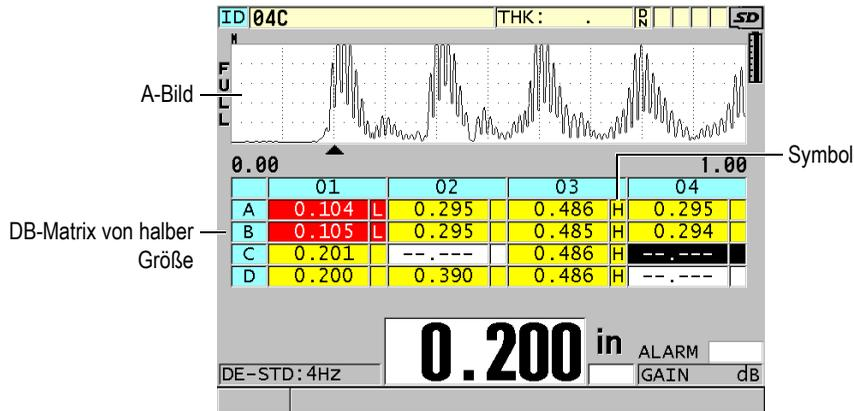

Abbildung 10-8 Beispiel für DB-Matrix von halber Größe
Die Datenbankmatrix (DB-Matrix) ist eine tabellarische, zweidimensionale Darstellung von Daten. Mit dieser Darstellungsart können Sie sich in allen Richtungen frei in einer Matrix bewegen, statt einer festgelegten Liste von ID-Nummer folgen zu müssen. Anstatt eine automatisch erhöhte ID-Reihe zu durchlaufen, können Sie mit den Pfeiltasten zu einer beliebigen Stelle gelangen. Es können das A-Bild, die DB-Matrix und der Messwert gleichzeitig angezeigt werden (siehe Abbildung 10-8 auf Seite 170). Mit den Matrixzellen können auch Symbole angezeigt werden, oder Hintergrundfarben, die dem Bereich entsprechen, in dem der Messwert liegt.
8. Stellen Sie unter **SYMBOL (Zelle)** ein, welches Messsymbol in den Datenzellen der DB-Matrix angezeigt wird. Es kann nur ein Symbol angezeigt werden. Das Messsymbol ist ein Buchstabe, der in einem kleinen Feld rechts der Dicke in der Datenzelle erscheint (siehe Abbildung 10-8 auf Seite 170). Folgende Optionen stehen zur Verfügung: